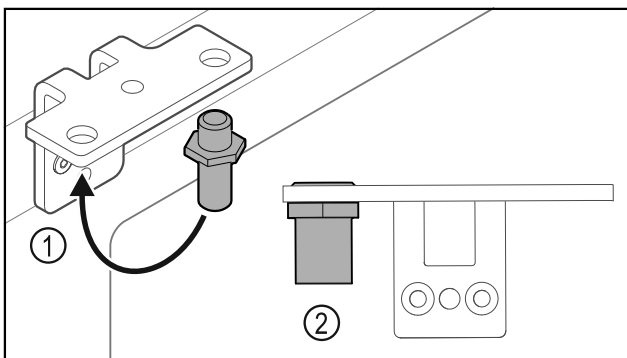

Fig. 33
- ▶ Perkelkite kaištį Fig. 33 (1) šarnyriniame kampuočiuje.
- ▶ Priveržkite kaištį Fig. 33 (2) **12 Nm** sukimo momentu.